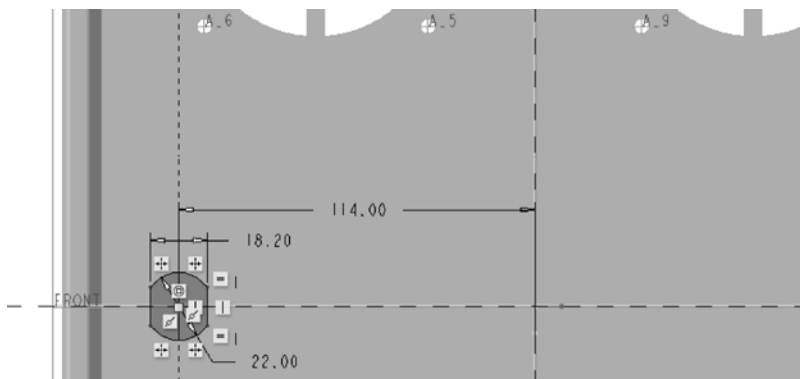

图 6-130 绘制剖面
- (1) 单击  (拉伸) 按钮, 打开“拉伸”选项卡并暂时接受默认的按钮设置。
- (2) 单击“放置”按钮以打开“放置”面板, 单击“放置”面板上的“定义”按钮, 弹出“草绘”对话框, 接着单击“草绘”对话框中的“使用先前的”按钮, 进入草绘器。
- (3) 绘制图 6-130 所示的剖面, 单击  (确定) 按钮。